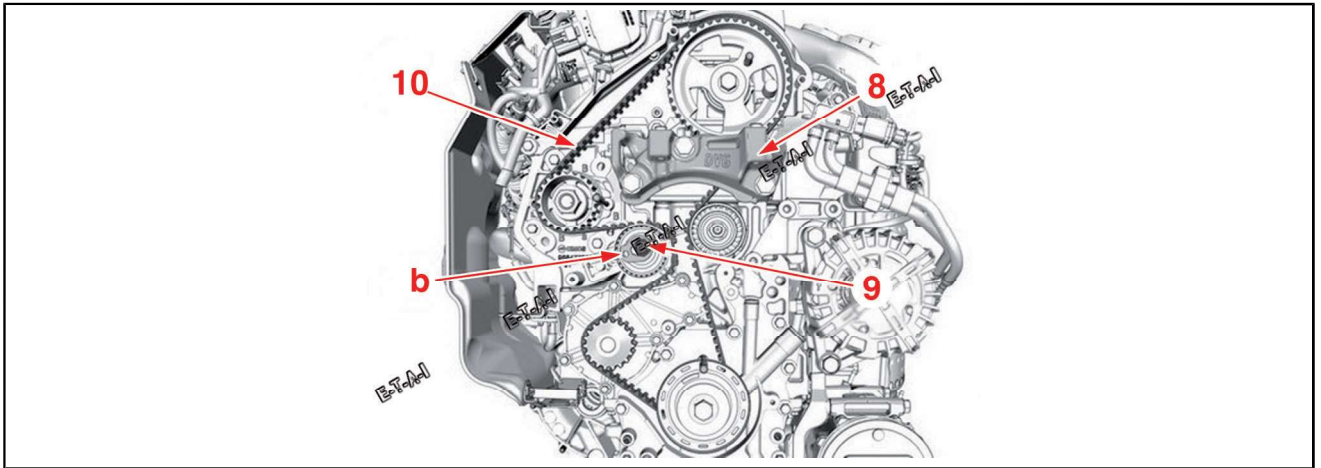

Fig.4
- Reposer la vis (3).
- Déposer le support sur la culasse (8)(Fig.4).
- Desserrer la vis (9).
- Déposer la courroie de distribution (10).